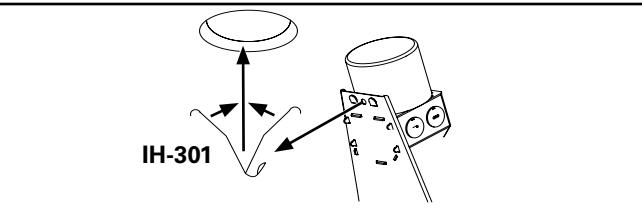

Figura 2.
- Enganche la unidad del plafón en el sujetador Third Hand para contratistas, por medio del orificio en el marco de yeso. Suspenda dicho sujetador en el orificio en el techo (Figura 2.).